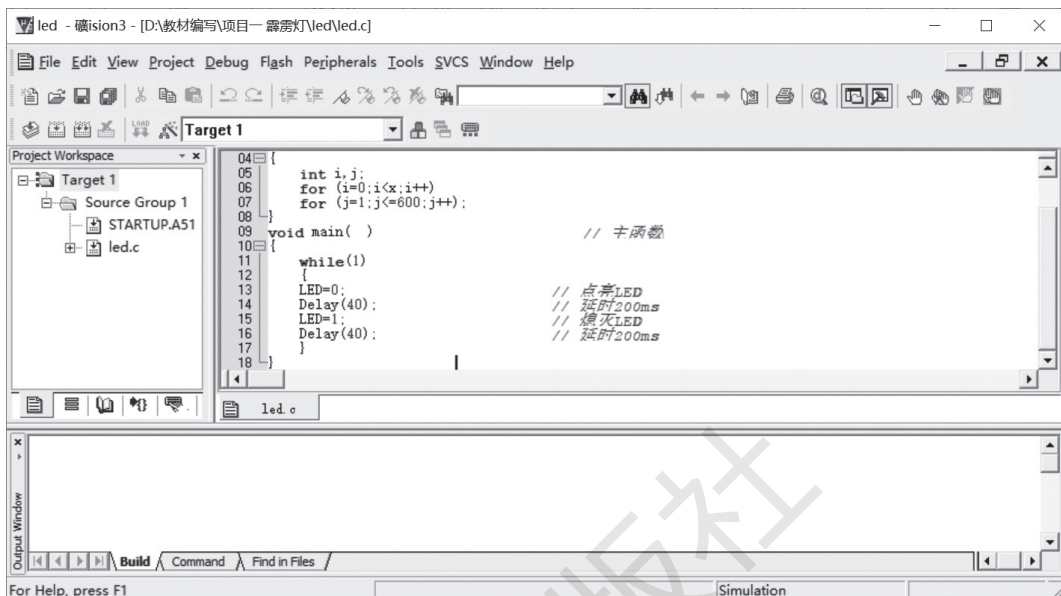

图 1-21 在 led.c 文本中输入程序
(7) 第七步：开始输入源程序。先最大化 led.c 源程序窗口，然后请按以下程序清单输入程序代码。如图 1-21 所示。